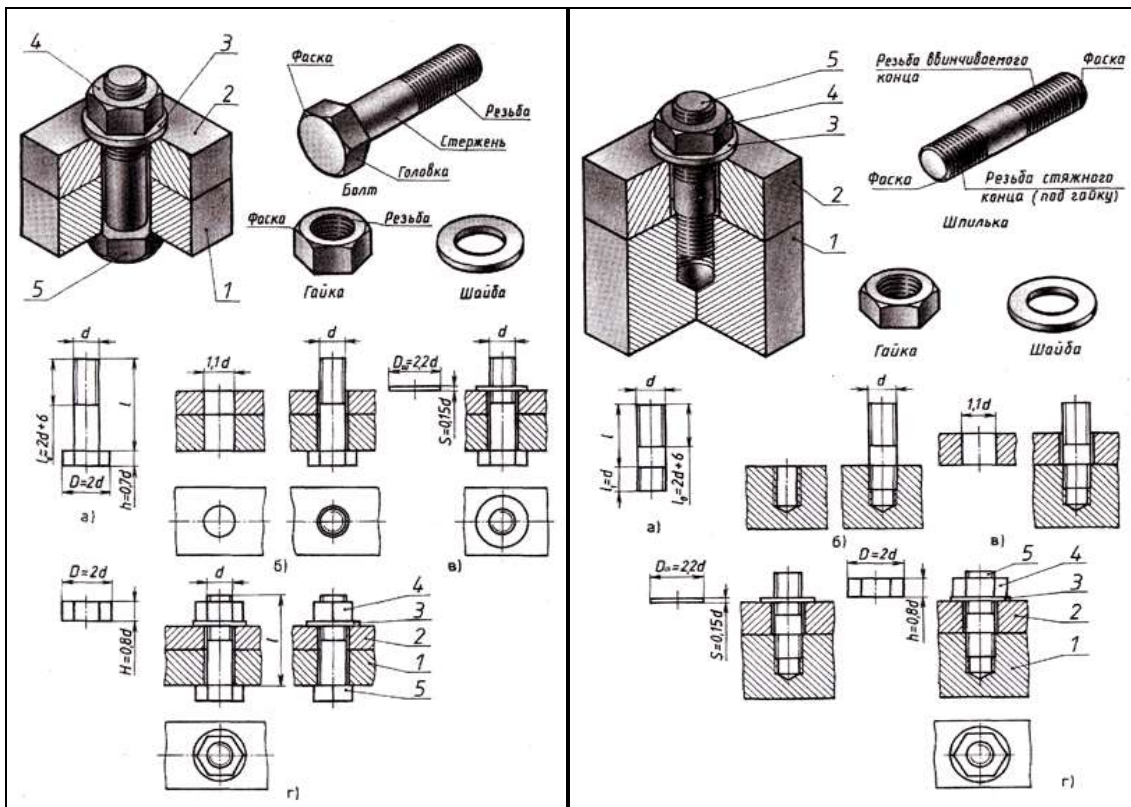

Рис.38,б Соединение болтом и шпилькой
3. **Соединение деталей шпилькой** применяют тогда, когда в одной из соединяемых деталей в связи с её реконструктивными особенностями нельзя или нецелесообразно сверлить сквозные отверстия. В соединение шпилькой входят: шпилька, шайба и гайка (рис. 38,б).
Остальные размеры шпильчатого соединения рассчитывают по приведенным условным соотношениям (рис.38,а)